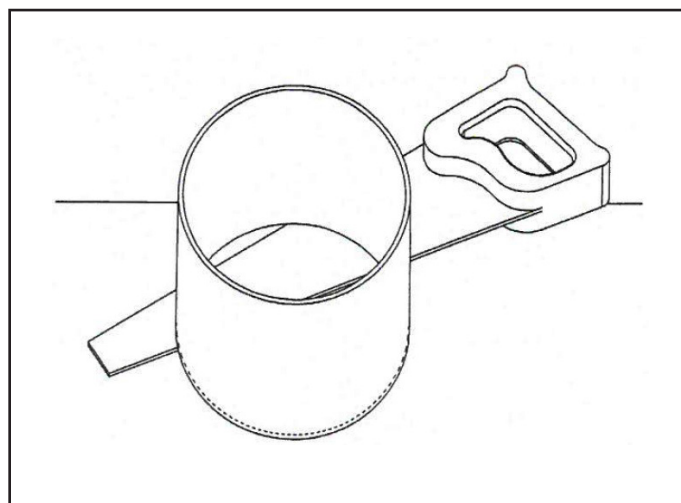

FIGURE 2
6. Cut off Box flush with rough floor surface. (Fig. 2).
6. Couper la boîte au ras du plancher brut. (Fig. 2).
6. Recortar la caja al ras de la superficie del contrapiso. (Fig. 2).